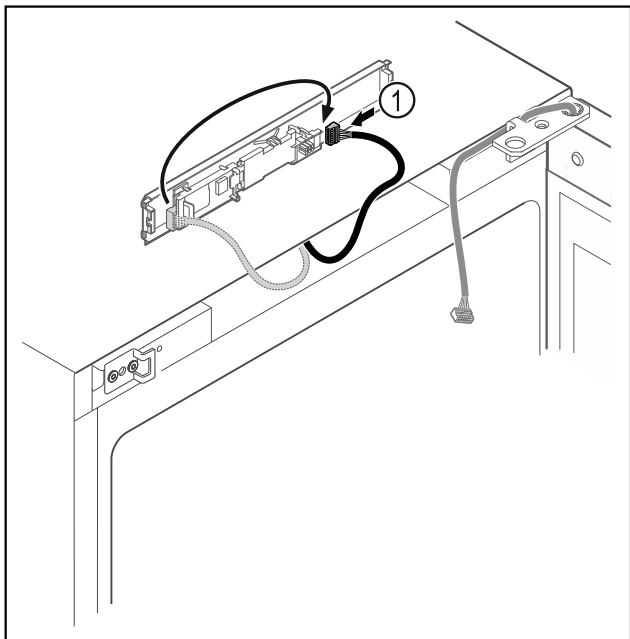

Fig. 11
- Vtič Fig. 11 (1) ponovno povežite s tiskanim vezjem.